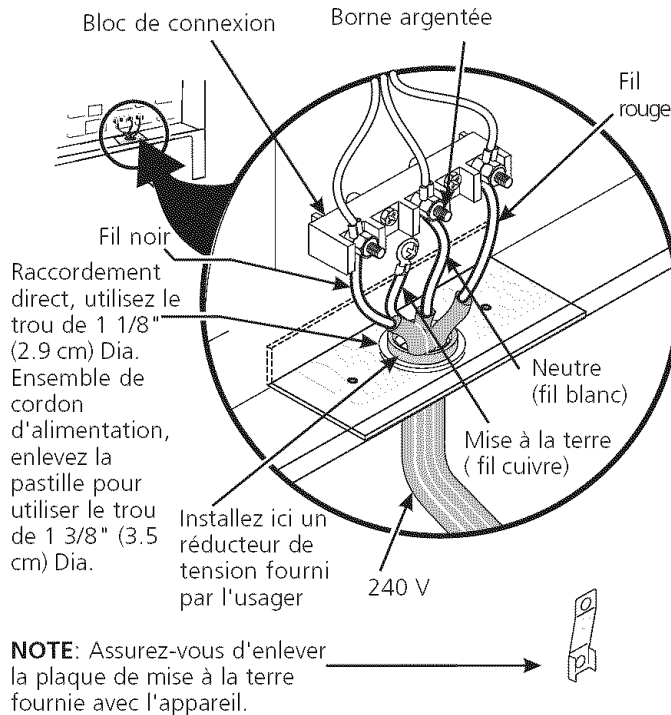

Figure 5
Dans les maisons mobiles (États-Unis), les nouvelles installations, les véhicules récréatifs ou tout autre endroit où les codes locaux interdisent la mise à la terre au moyen du conducteur neutre, un cordon d'alimentation de 4 conducteurs d'un minimum de 125/250 volts, 50 ampères et certifié pour l'utilisation avec cuisinière doit être utilisé (voir Figure 5).
3. Branchez le fil de mise à la terre (vert) du cordon d'alimentation cuivré, au châssis de l'appareil avec la vis de mise à la terre, à l'aide du trou dans le châssis à l'endroit où la bande de mise à la terre a été enlevée (voir Figure 5).